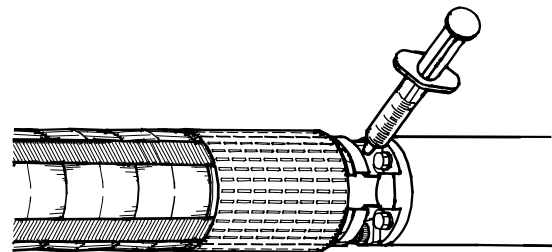

Fig. 7 Posición de la válvula de llenado
1. Sacar con palanca el filtro enfrente de la válvula de la parte superior del motor utilizando un destornillador. Si el filtro está encajado, desatornillar. La posición de la válvula de llenado se muestra en la fig. 7.
2. Presionar la jeringuilla de llenado contra la válvula e inyectar el líquido, fig. 7. Si el cono de la válvula se aprieta demasiado, puede dañarse ocasionando escapes de agua en la válvula.